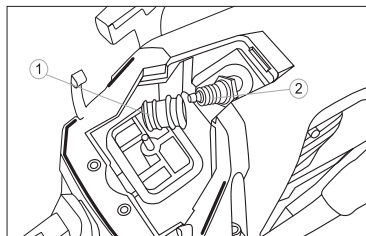

Рис. 26
3. Отключите высоковольтный кабель от свечи зажигания 1 (рис. 26).